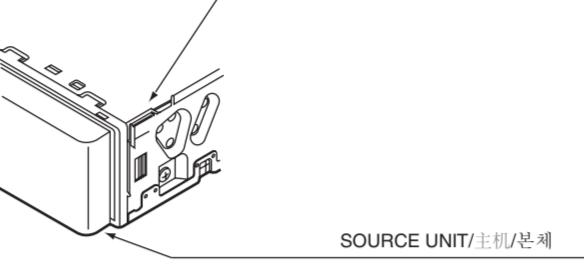

Figure 5 / 图 5 / 그림 5
- Bend the stopper from the source unit. (Figure 5, 6)